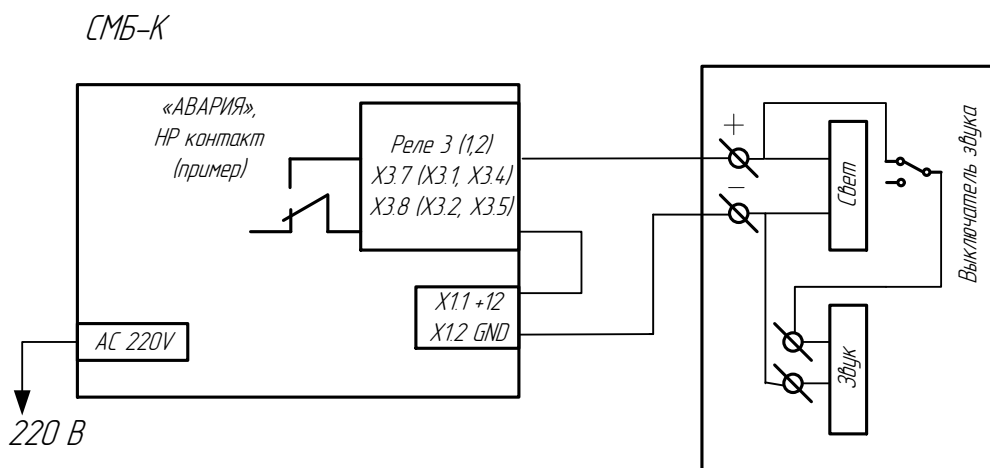

Рисунок 3 – Питание от встроенного в СМБ-К источника
- питание только от встроенного блока питания СМБ-К (см. Рисунок 3);